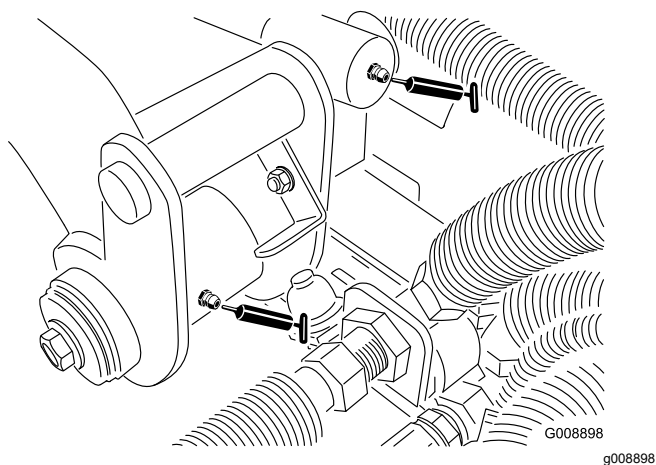

Figura 37
- 2 pivoi bra de ridicare spate i cilindru de ridicare (Figura 37)